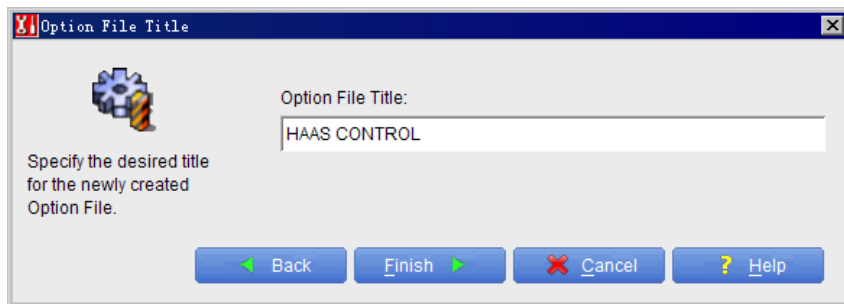

图 9.3.5 “Option File Title”对话框
Step5. 用户可以在模板列表框中选择一个选配文件模板例如“01: HAAS CONTROL”，然后单击  按钮，则系统显示图 9.3.5 所示的“Option File Title”对话框。